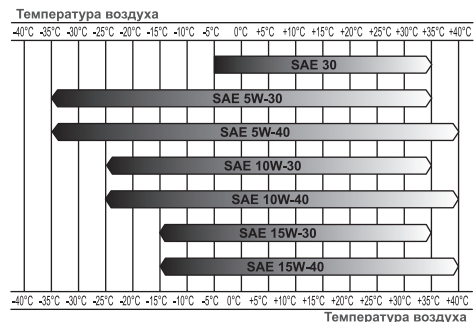

Рис. 4 Определение вязкости масла
*Нельзя применять масло для двухтактных двигателей. Ре- комендуется применять мо- торное масло для четырехтактного бензинового двигателя категории SL/ CF и выше по системе классификации API. Вязкость масла по классификации SAE выбирается в зависимости от тем- пературы окружающего воздуха, при ко- торой будет работать двигатель. При выборе вязкости масла пользуйтесь та- блицей, показанной на Рис. 4.*